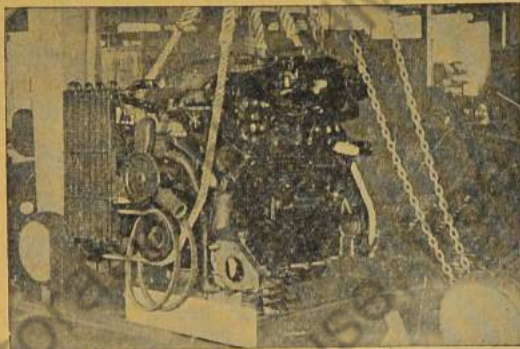

Bild 21: Motor mit Kupplungsgehäuse aus Fahrzeug herausheben
21. Motor mittels Hanfseils vierfach anseilen und mit einem Kran nach vorn oben herausheben. (Bild 21).